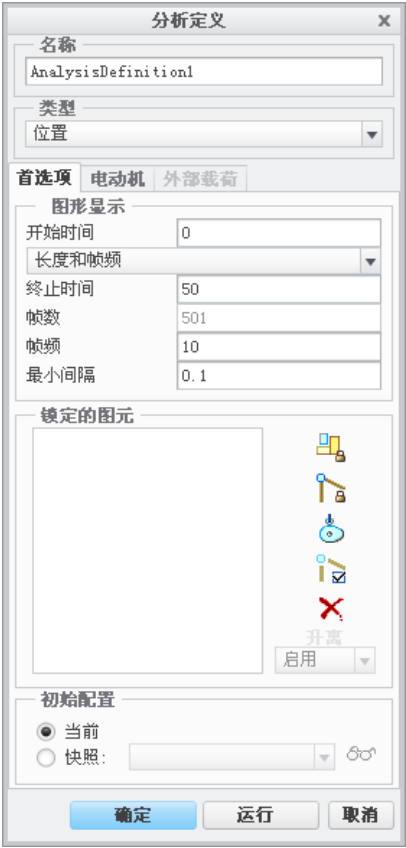

图 9.7.20 “分析定义”对话框
Step2. 此时系统弹出图 9.7.20 所示的“分析定义”对话框，在该对话框中进行下列操作：
(1) 输入分析（即运动）名称：在该对话框的“名称”文本框中输入分析名称，或采用默认名。
(2) 选择分析类型。选取分析类型为“位置”。
(3) 调整伺服电动机顺序。如果机构装置中有多个伺服电动机，可单击对话框中的 **电动机** 标签，在弹出的界面中调整伺服电动机顺序。由于本例中只有一个伺服电动机，所以不进行本步操作。
(4) 定义动画时域。在图 9.7.20 所示的“分析定义”对话框的 **图形显示** 区域进行下列操作：
- ① 输入开始时间 0（单位为秒）。
- ② 选择测量时间域的方式：选择 **长度和帧频** 方式。
- ③ 输入结束时间 50（单位为秒）。
- ④ 输入帧频 10。
(5) 定义初始位置。在图 9.7.20 所示的“分析定义”对话框的 **初始配置** 区域中，选中 **当前** 单选项。